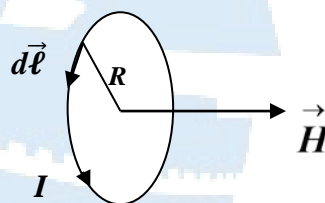

Рис. 2
Применим формулу (4) для вычисления магнитного поля в центре круглого витка радиусом  $R$ , по которому течет ток (круговой ток). Как следует из рис. 2, все элементы кругового тока создают в центре магнитные поля одинакового направления – вдоль нормали от витка в соответствии с правилом правого винта. Так как все элементы проводника перпендикулярны радиусу витка ( $\sin \alpha = 1$ ) и расстояние от всех элементов проводника до центра кругового тока одинаково и равно  $R$ , то, согласно (4):